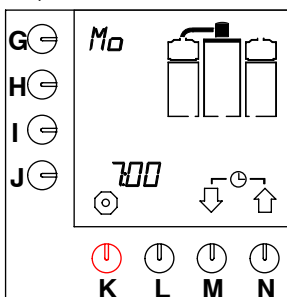

Fig. 11 Exemplo de dia e hora actuais
- O dia e a hora actuais aparecem por um momento no visor. Consulte, por exemplo, a fig. 11 .
- O dia e hora actuais aparecerão no visor. Consulte a fig. 11 .
- O dia e a hora reais irão aparecer por um momento no visor. Consulte a fig. 11 .